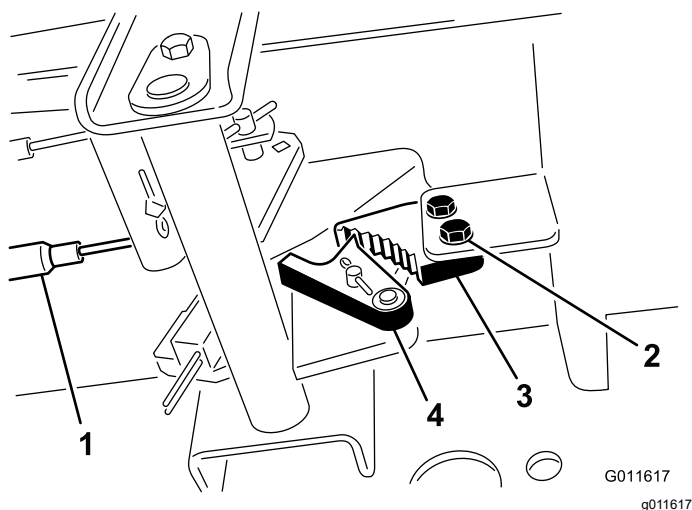

Рисунок 114
2. Ослабьте два винта крепления защелки стояночного тормоза к раме (Рисунок 114).
3. Нажимайте педаль тормоза вперед до тех пор, пока фиксатор тормоза не войдет полностью в зацепление с защелкой тормоза (Рисунок 114).